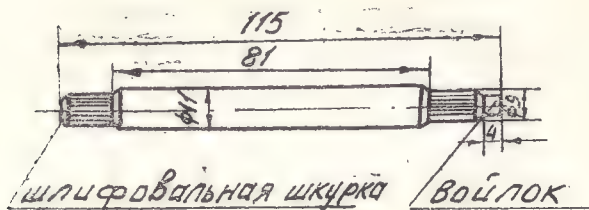

Рис. 21. Стержень.
5. Очистить от нагара с помощью стержня (рис. 21) плоскость угольного контактного столбика 23, впрессованного в плунжер 12. Для этого поставить регулятор в вертикальное положение скобой 16 вниз. Вставить стержень в фарфоровую трубку и слегка прижимая его к контактному столбику, повернуть $5-10$ раз. Вынуть стержень и удалить пыль из трубки.